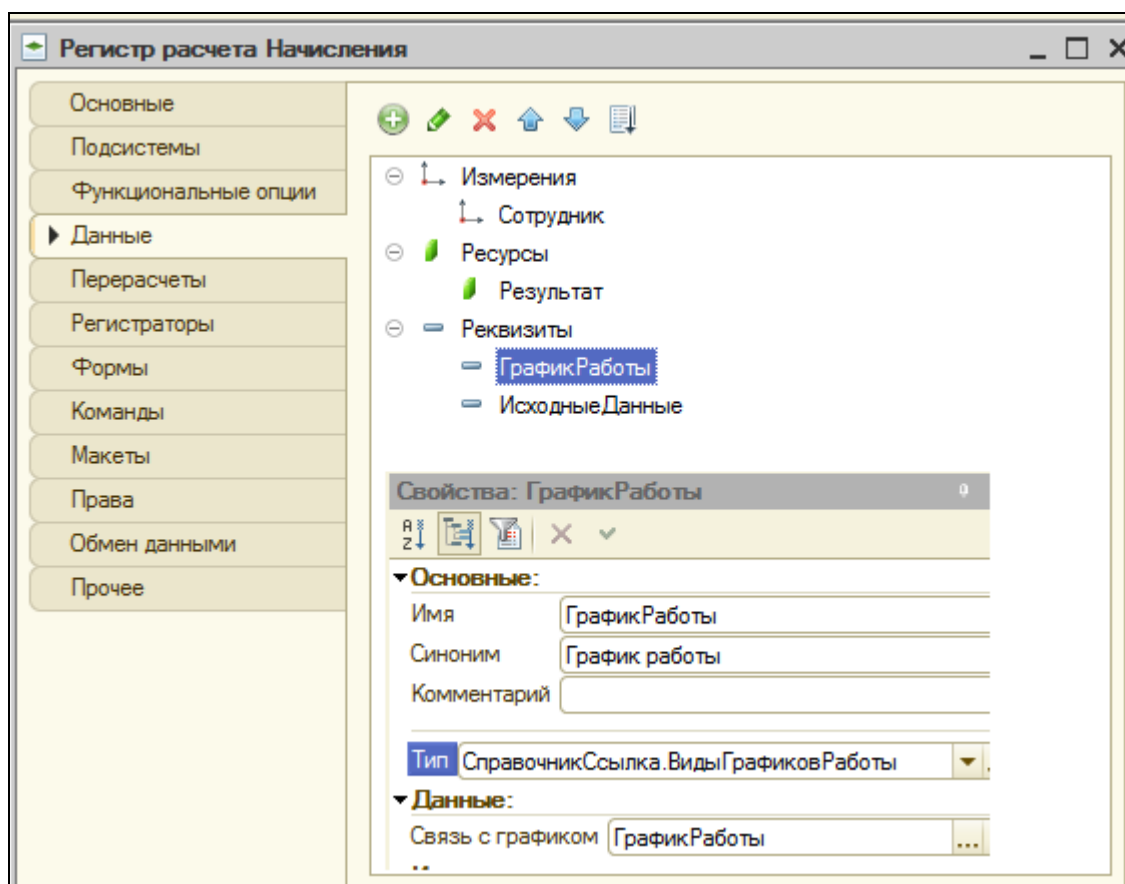

Рисунок 8.6 Измерения, ресурсы и реквизиты регистра расчета
- Реквизит **ИсходныеДанные**, тип **Число**, длина 15, точность 2 (рис.8.6).